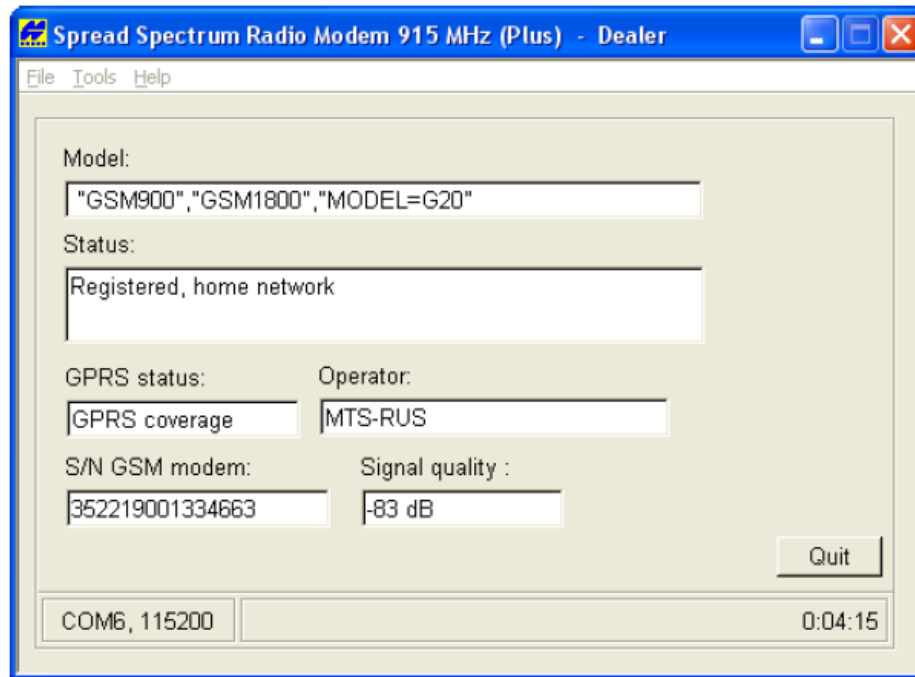

Рисунок 3-5. Отображение информации о модеме GSM
- Для отображения данных информации о модеме GSM щелкните на кнопке *GSM info* (Данные GSM) (см. рис. 3-5). Выбор кнопки *Quit* (Выход) осуществляет возврат к вкладке GSM.